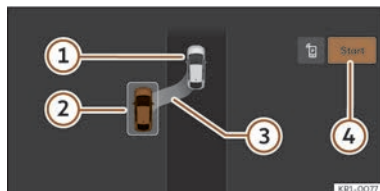
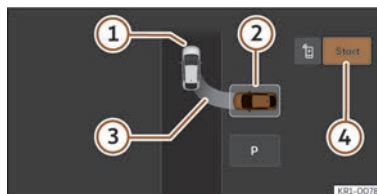

Fig. 161 Sur l'écran du système d'infodivertissement : position de stationnement en créneau.
Fig. 162 Sur l'écran du système d'infodivertissement : position de stationnement en bataille.
>>> fig. 161, >>> fig. 162
- ① Son propre véhicule
- ② Place de stationnement détectée
- ③ Indication de la manœuvre proposée pour stationner
- ④ Lancer la manœuvre de stationnement
- Regardez sur l'affichage de l'écran du système d'infodivertissement si la place « appropriée » a été détectée et si la position correcte pour stationner >>> fig. 161, >>> fig. 162 a été atteinte. Arrêtez le véhicule, suivez les instructions affichées sur l'infodivertissement.
- Arrêtez le véhicule, appuyez sur la pédale de frein et, après une brève pause, appuyez sur la touche **Démarrer** ④ du système d'infodivertissement.